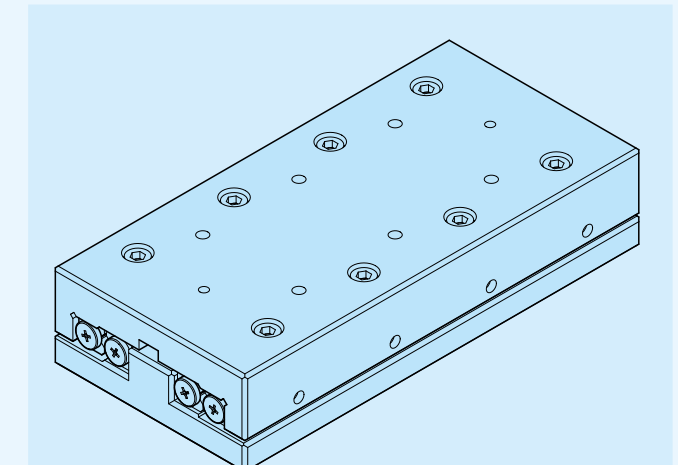

Fig. 22
- Aperte temporariamente os parafusos de fixação da mesa. (Referir-se à Fig. 22)